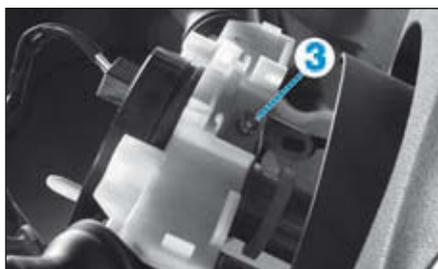

FIG.2
- Desserrer de plusieurs tours la vis de fixation de l'ensemble commodo contacteur tournant (3) (Fig.2).